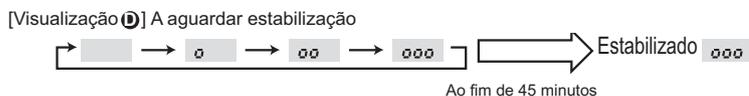

Fig. 9-3
3. Prima o botão **FILTER** para confirmar a definição. (Fig. 9-3)